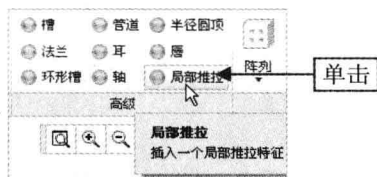

图 8-95 单击“局部推拉”按钮
Step 02 在“功能区”选项板的“模型”选项卡中, 单击“高级”面板中的“局部推拉”按钮, 如图 8-95 所示。